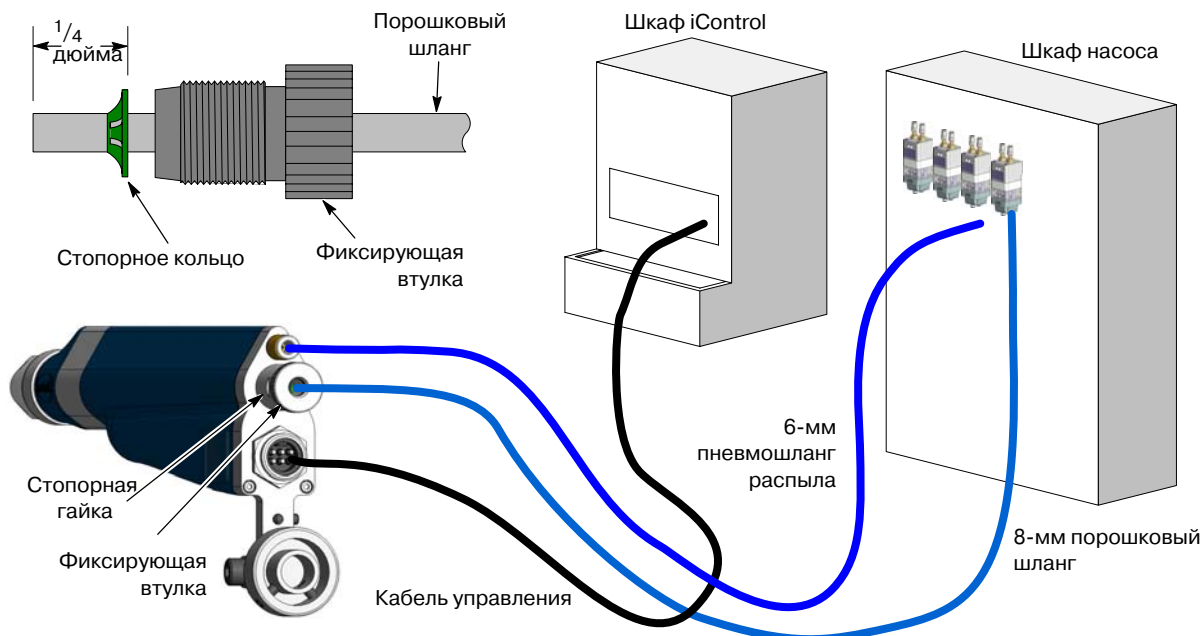

Рис. 7 Соединения шлангов и кабелей
1. См. рис. 7. Подсоединить кабель управления к распылителю и к соответствующему гнезду шкафа iControl. Надежно затянуть гайки кабеля.